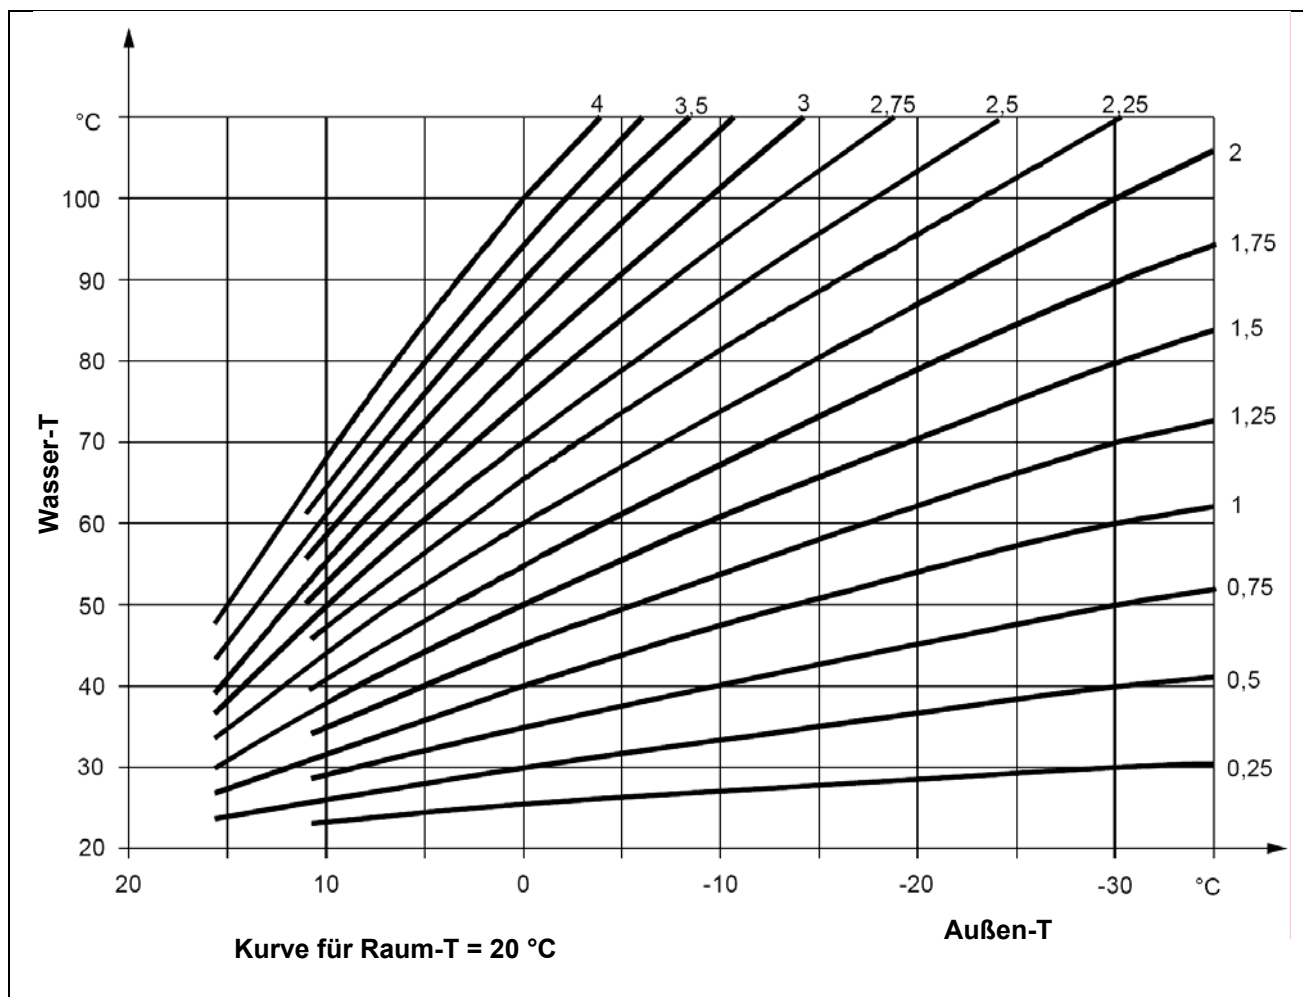

Abbildung 22 –DIAGRAMM DER "HEIZKURVEN"
Für die Heizung ist die Klimakurven-Familie in Abbildung 22 angegeben und die Wahl der zu verwendenden Kurve erfolgt unter Angabe eines Parameters, der die Steigung der Kurve angibt. Die Kurve, die so definiert wird, ist auf einen Raumtemperatur-Sollwert von 20 °C bezogen; bei anderen Sollwerttemperaturen passt das System die verwendete Kurve automatisch an.
- Kurve, die die Anforderung des vorherigen Punktes erfüllt, anhand des Diagramms von Abbildung 22 wählen; für das Beispiel des vorherigen Punktes siehe Abbildung 23.